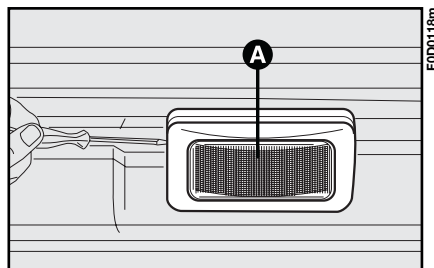

fig. 31
1) asportare con un cacciavite il trasparente **A**-fig. 31, montato a pressione, come indicato in figura;